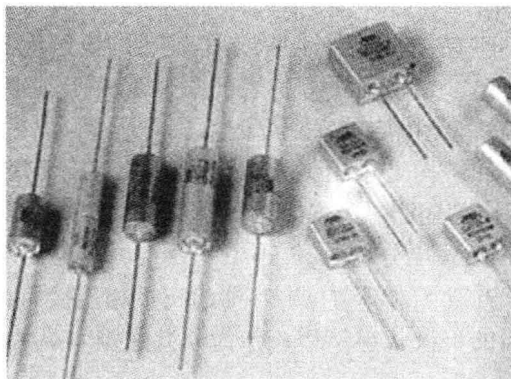

图 1-23 钽电解电容器
**2. 钽电解电容器** 称为 F 类电容器，在电动车转换器中经常应用。钽电解电容器的外壳上大多标有 CA 标记，但在电路中的符号与其他电解电容器符号却是一样。最常见的钽电容结构外形如图 1-23 所示。